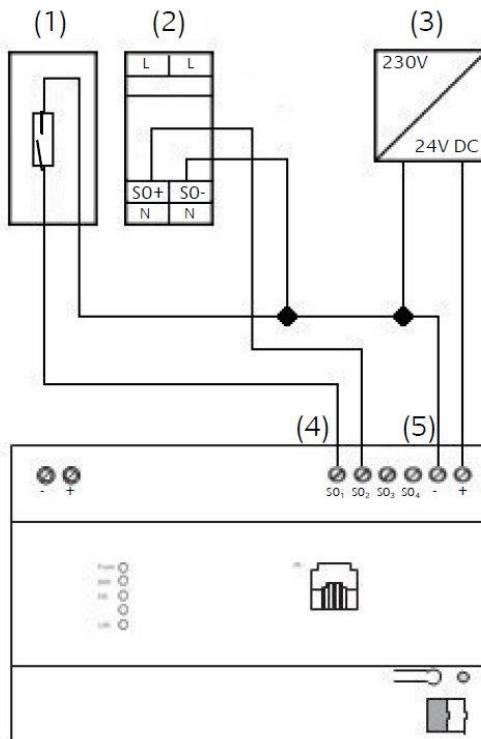

Abbildung 6: Anschluss SO
- 24 V DC an die Anschlussklemme für die Spannungsversorgung der SO-Schnittstelle (**Abbildung 6, (5)**) anschließen. Keine 230V anschließen!
- SO-Geräte an SO-Schnittstellen wie folgt anschließen (**Abbildung 6, (4)**).